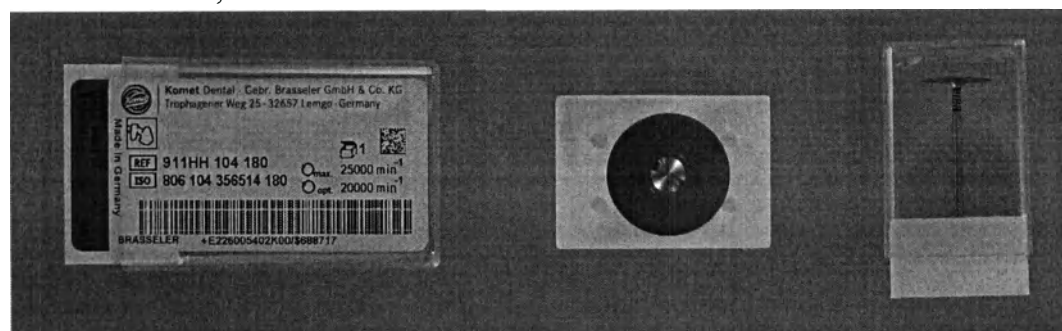

Рис.7
- С частичным алмазным покрытием нижней стороны рабочей части (Рис.7)